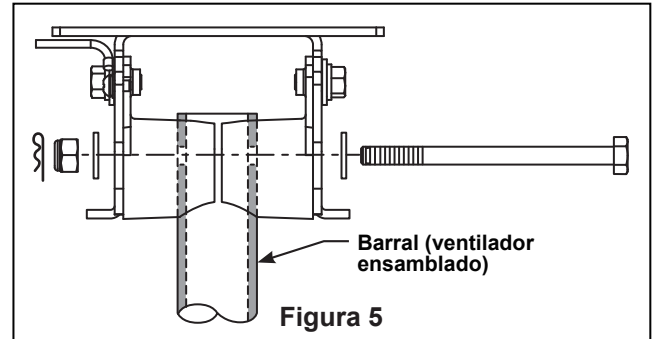

Figura 5
- 4. Ensamble y asegure la unidad del ventilador con un** perno de cabeza hexagonal, dos arandelas de seguridad, una tuerca de fijación de nylon y un pasador. (Figura 5)